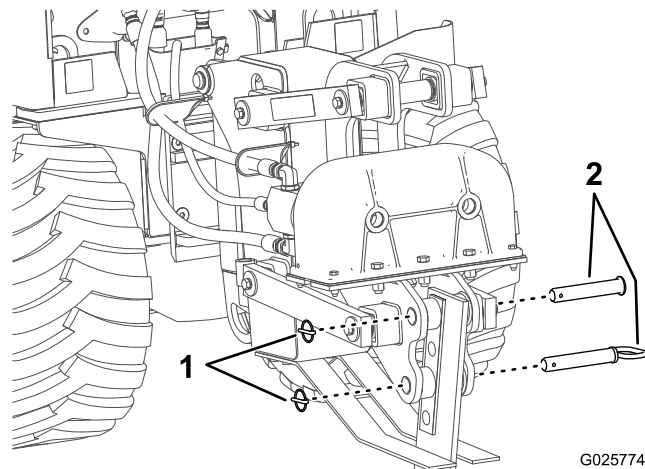

Figure 17
2. Retournez les 2 circlips et retirez la goupille (Figure 17).